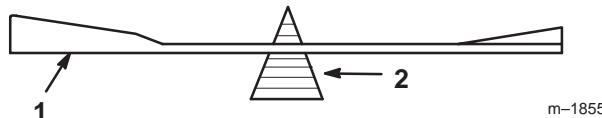

Bild 34
2. Überprüfen Sie die Auswuchtung des Schnittmessers auf einer Ausgleichsmaschine (Bild 34). Wenn das Schnittmesser in seiner horizontalen Position bleibt, ist es ausgewuchtet und kann wiederverwendet werden. Feilen Sie, wenn das Schnittmesser nicht ausgewuchtet ist, vom Flügelbereich des Messers etwas Metall ab (Bild 32). Wiederholen Sie diesen Vorgang, bis das Messer ausgewuchtet ist.